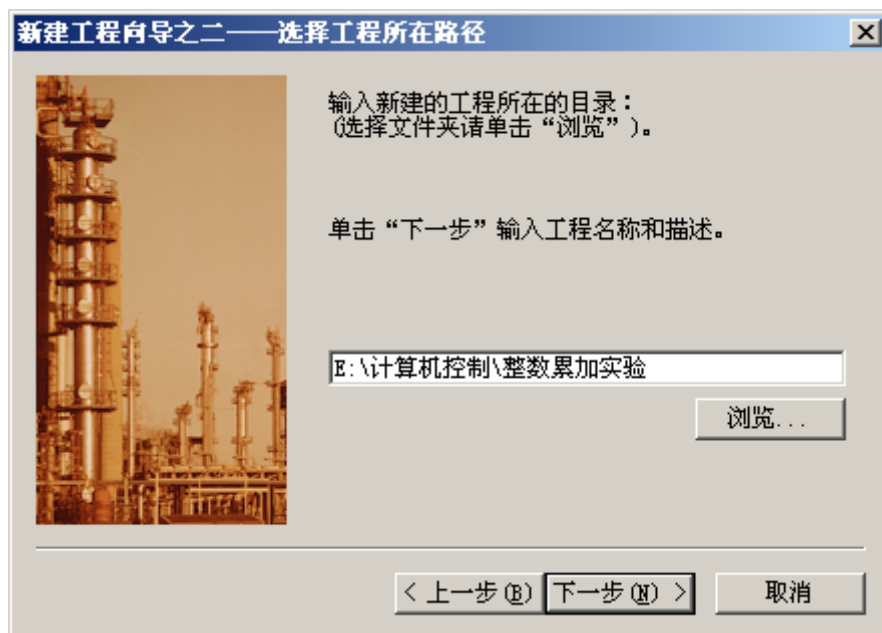

图 2-3 选择工程路径对话框
(3) 单击“下一步”按钮出现“新建工程向导之二——选择工程所在路径”对话框。选择或指定工程所在路径，如图 2-3 所示。单击“浏览”按钮可以更改工程路径。如果路径或文件夹不存在，需提前创建。